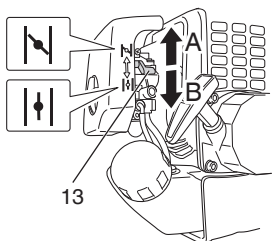

Fig. 10
- (3) Réglez le levier du starter (13) à la position de démarrage (fermé) (A). (Fig. 10)
- (5) Dès les premiers soubresauts du moteur, ramenez le starter en position ouverte (B). (Fig. 10)